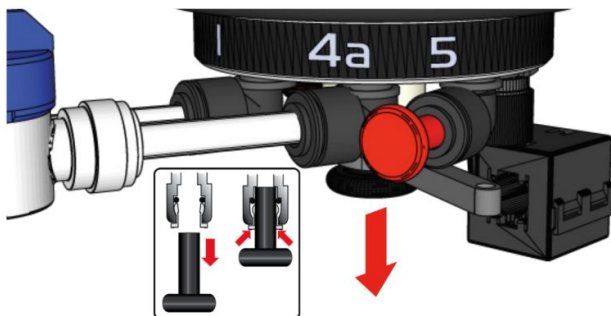

图3
1. 从储液罐高流量出口(位于端口4a下方, 见图3)移除黑色过渡塞